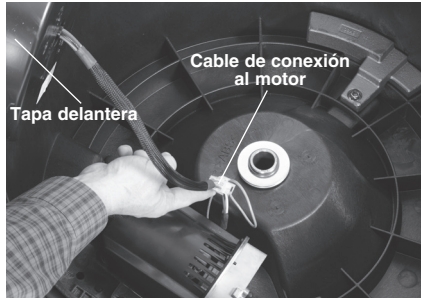

Figura 1 – Caja de la limpiadora de desagües, abierta
2. Con una llave hexagonal (Allen) de 4 mm, afloje los tornillos hexagonales de la tapa delantera (se quedan conectados a la tapa y al marco). Levante la tapa y desenchufe el cable de conexión al motor (Figura 1). Introduzca el cable a través del casquillo para meterlo en la máquina. Extraiga la tapa delantera.